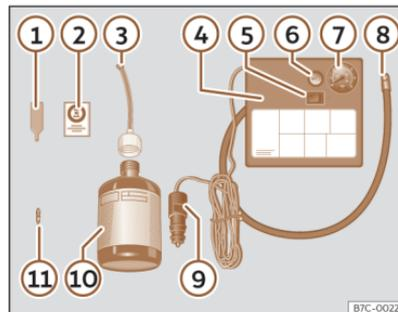

Fig. 204 Representación estándar: contenido del kit antipinchazos.
>>> **fig. 204:**
- Desenrosque la caperuza y el obús de la válvula del neumático. Utilice el aparato >>> **fig. 204** ① para extraer el obús. Colóquelo en una superficie limpia.
- Agite con fuerza la botella de sellante de neumáticos >>> **fig. 204** ⑩.
- Enrosque el tubo de inflado >>> **fig. 204** ③ en la botella de sellante. El precinto de la botella se romperá automáticamente.
- Retire el tapón del tubo de llenado >>> **fig. 204** ③ y enrosque el extremo abierto del tubo en la válvula del neumático.
- Vuelva a colocar el obús con el aparato >>> **fig. 204** ① en la válvula del neumático.
- Enrosque el tubo de inflado del neumático del compresor >>> **fig. 204** ⑧ en la válvula del neumático.
- Compruebe que el tornillo de evacuación de aire está cerrado >>> **fig. 204** ⑥.
- Acople el conector >>> **fig. 204** ⑨ a toma de corriente de 12 voltios del vehículo >>> pág. 230.
- Conecte el compresor de aire con conmutador ON/OFF >>> **fig. 204** ⑤.
- Pegue el adhesivo >>> **fig. 204** ② en el cuadro de instrumentos, dentro del campo visual del conductor.
>>> **fig. 204** (8) y compruebe la presión en el manómetro (7).